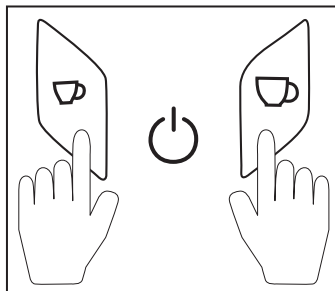

Fig. 1
- Appuyez une fois sur la touche Espresso ☞ 2 et sur la touche Lungo ☞ 4 en même temps (voir fig. 1). Les touches s'éteignent et l'appareil s'éteint.